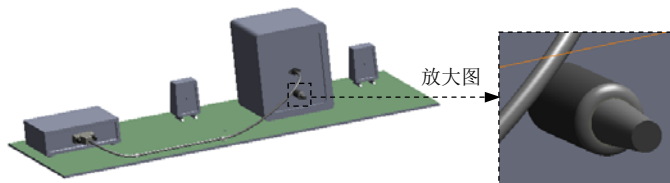

图 11.11.14 添加插头 2
Step1. 添加插头 2。打开设计库中的 routing\electrical 文件夹，选择 plug-5pinndin 插头为拖放对象；将插头拖放到图 11.11.14 所示的圆孔位置，系统弹出“线路属性”对话框。